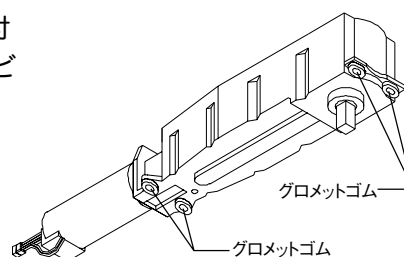

図5-2
- 5.3 モーターギアボックスの4つの取り付け穴にグロメットゴム（ゴムリング）がそれぞれついているか確認して下さい。（図5-2）